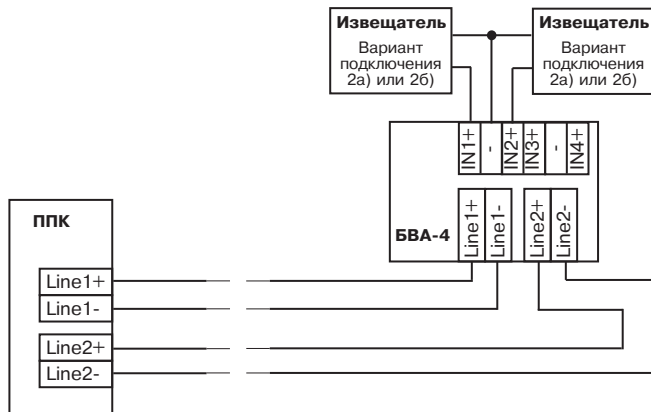

Рисунок 4 – Схема подключения
- Подключите подлежащие контролю устройства ко входам блока, согласно рис. 4, а сам блок к АШ.